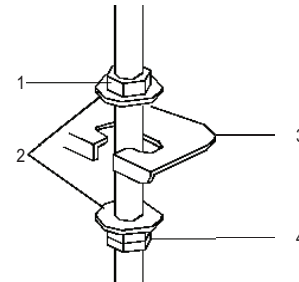

Figure 9 – Fixation du support à suspension
- b. Fixez le support à suspension (consultez la figure 9).